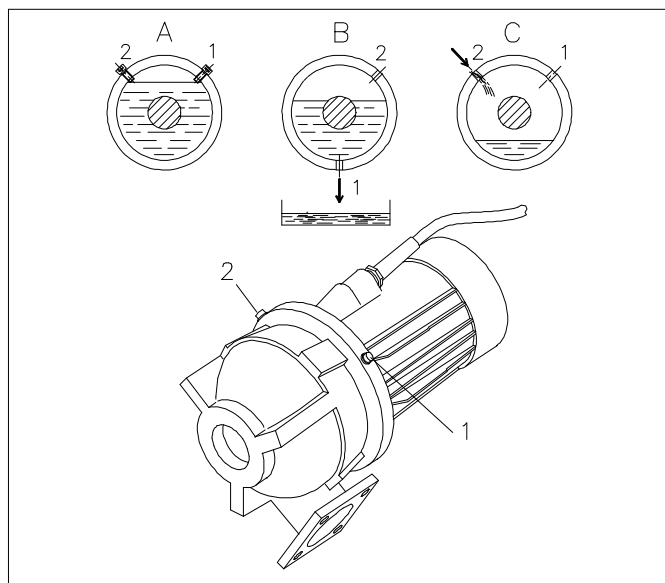

Fig. 7.4
Plaats de pomp horizontaal met de olie aftapplug (1) in de onderste stand (fig. 7.4. positie B).
(fig 7.4. positie C)
(fig 7.4. positie A)